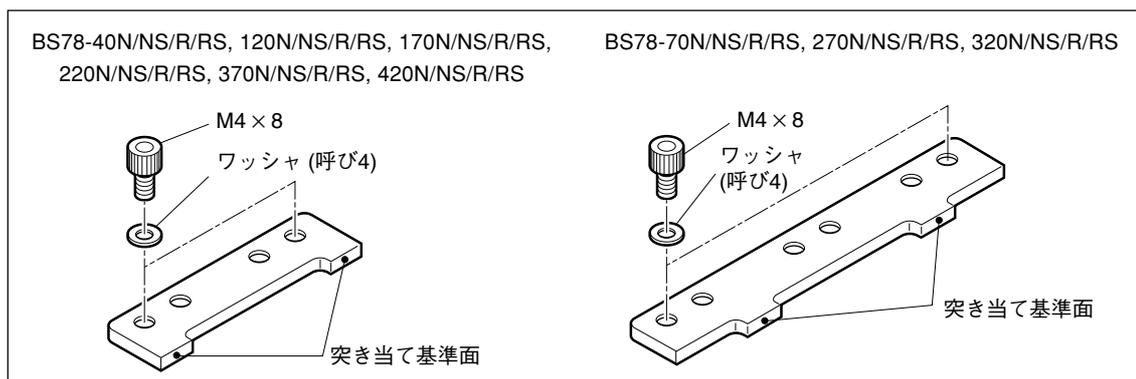

図3-9
- 4 スケールをスケールクランプと取付面の上に挿入し、突き当て基準面 (図3-9参照) に軽く押し当てます (注意)。基準面に押し当てながら図に示すスケールクランプ (2個使いのものは左側のスケールクランプのみ、3個使いのものは中央のスケールクランプのみ) の取付ねじをA→B→A…の順序で交互に少しずつ締め付けていきます。(最終締め付けトルク 1.4 N·m)